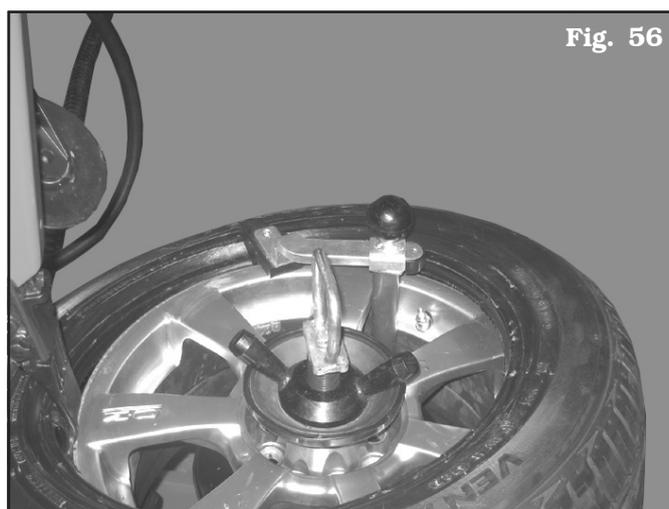

Fig. 56
1. Montare lo spingitallone con trascinate in corrispondenza del bordo del cerchio (vedi **Fig. 56**);